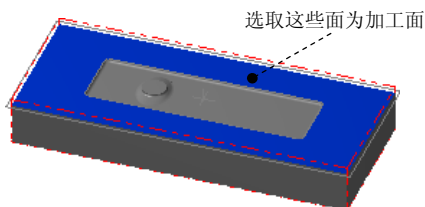
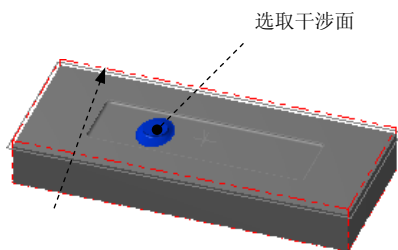

图 7.25 选取加工面和干涉面
图 7.26 选取边界线
Step2. 设置加工区域。在图形区中选取图 7.25 所示的曲面，然后按 **Enter** 键，系统弹出“刀具路径的曲面选取”对话框。单击 **干涉面** 区域中的 **☒** 按钮，选取图 7.25 所示的面（共 8 个）为干涉面，然后按 **Enter** 键。然后单击 **边界范围** 区域中的 **☒** 按钮，选取图 7.26 所示的边线为边界。单击 **✓** 按钮，然后单击“刀具路径的曲面选取”对话框中的 **✓** 按钮。